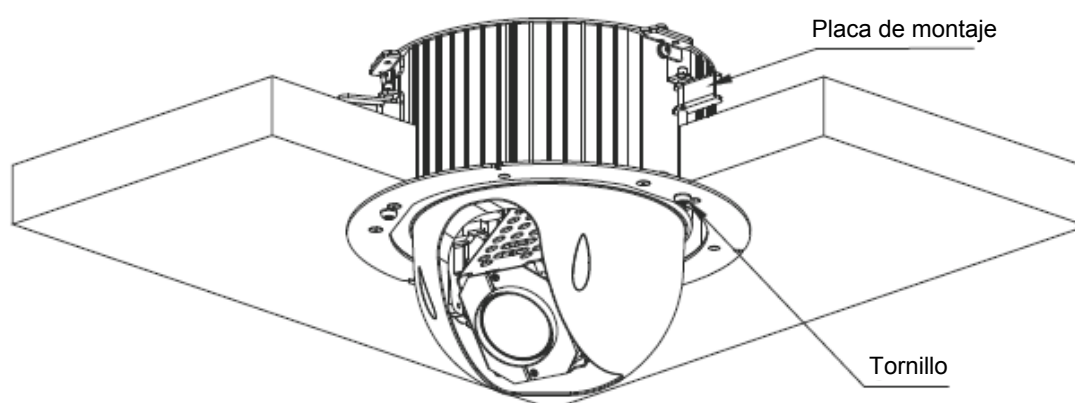

Figura 3-7
- 2) Conecte los cables compuestos y luego introdúzcalos en el agujero que acaba de taladrar. Empuje el soporte de empotramiento en el techo y los componentes del domo de velocidad en el agujero. Asegure el tornillo y fije la placa de montaje. Consulte la Figura 3-7.